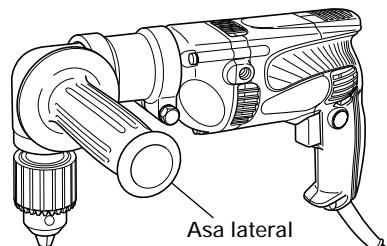

Fig. 11
(3) Instalación del asa lateral (Fig.11)